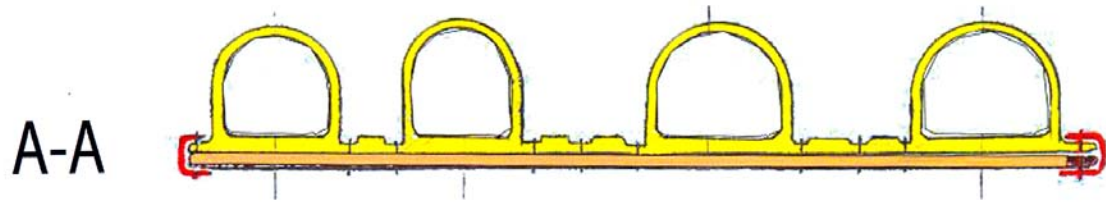

fig.5
- **fig. 5:** przedstawia przekrój poziomy rękawicy (A-A) w miejscu oznaczonym na **fig. 2A-A**